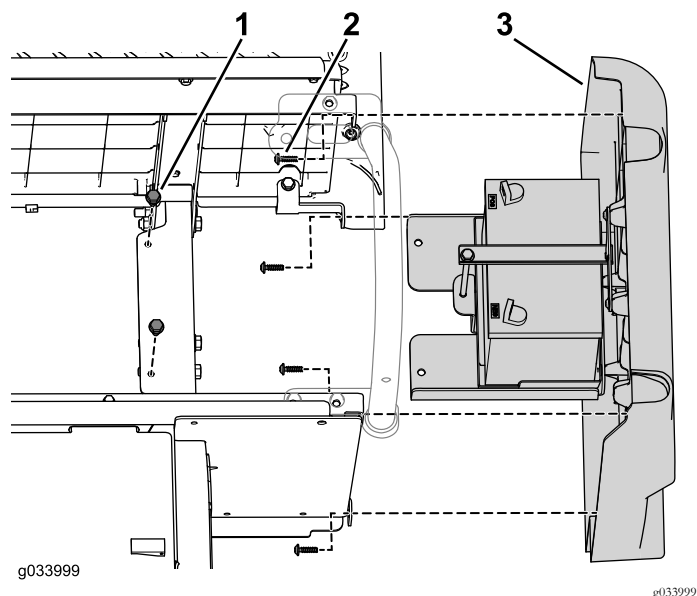

Figura 5
- Remova os dois parafusos flangeados que prendem o tabuleiro da bateria à estrutura (Figura 5).
- Retire os quatro parafusos que fixam o painel direito ao conjunto do banco inferior (Figura 5).